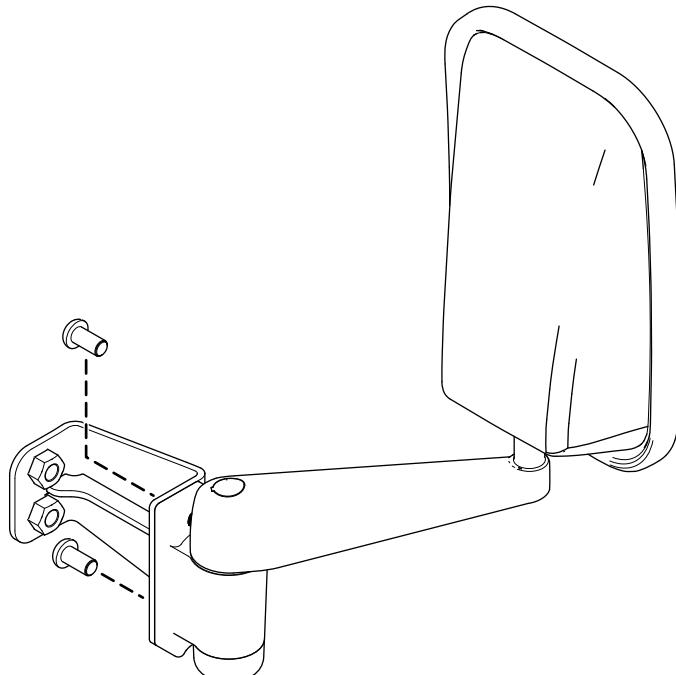

Figura 1
1. Fije el retrovisor al soporte del retrovisor con 2 tornillos Torx (Figura 1).